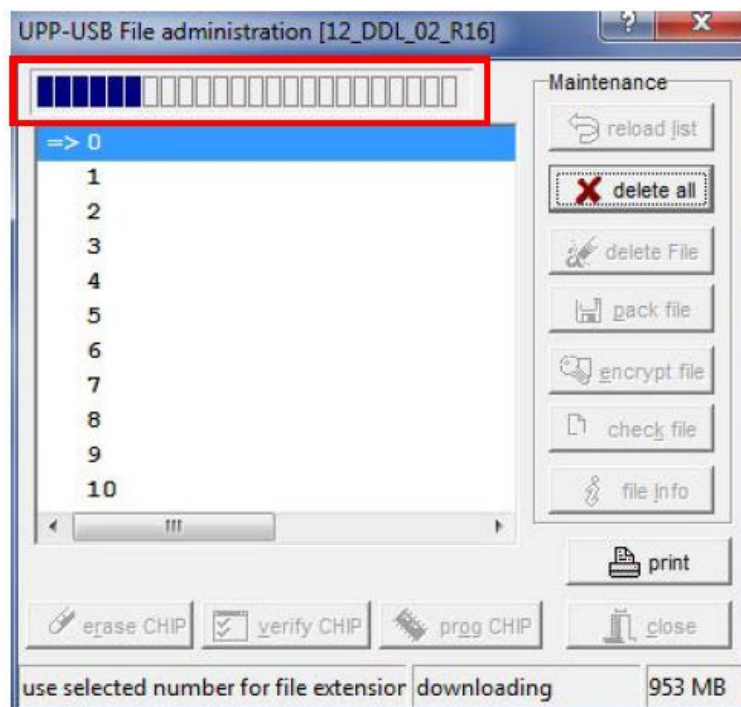

Рисунок 16
3.15 Программатор E-LAB приступает к процедуре загрузки. Ход выполнения отображается на индикаторе выполнения в верхней части окна «**UPP-USB File administration**» (рисунок 16).